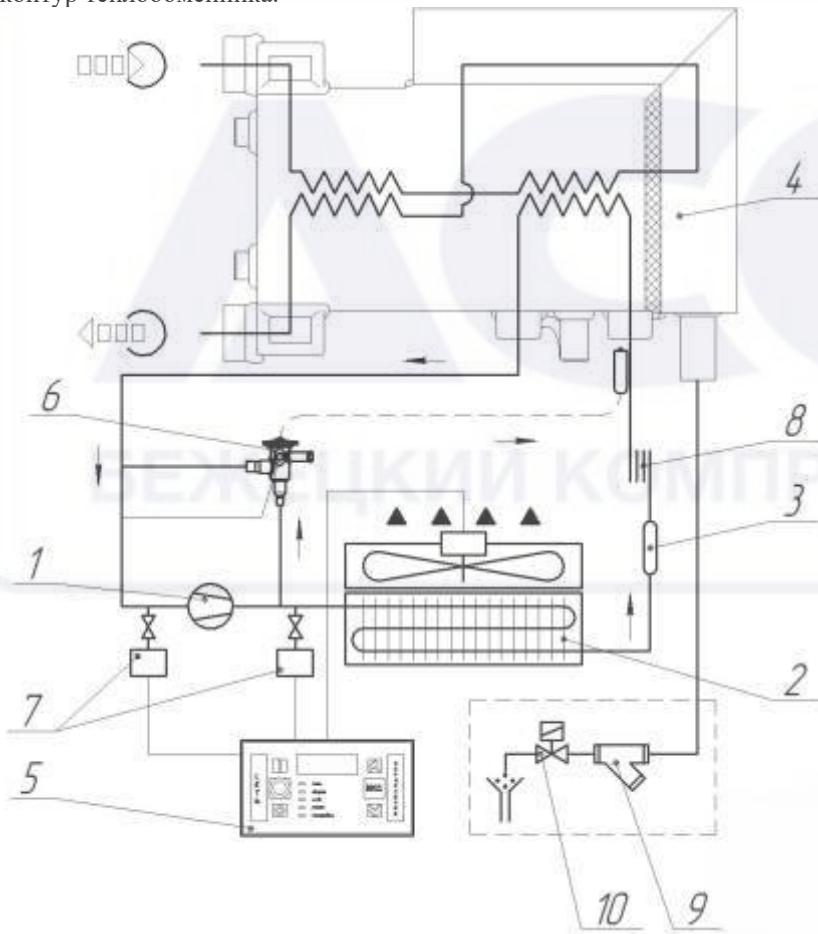

Рисунок 3 – Холодильный контур
4.1 Осушитель рис. 3 представляет собой конструкцию алюминиевого теплообменника, размещенного в блоке осушки 4. В первом контуре теплообменника из сжатого воздуха удаляется вода путем его охлаждения до температуры приблизительно +3°C и удаления образующегося при этом конденсата. С целью предотвращения образования конденсата на наружной поверхности трубопроводов системы циркуляции, обрабатываемый сжатый воздух перед выходом его из осушителя подвергается предварительному подогреву. Для этого он прогоняется через второй контур теплообменника.
4.1.1 Компрессор 1 (рис. 3) является активным элементом осушителя и обеспечивает циркуляцию хладагента по холодильному контуру за счет сжатия паров хладагента от давления кипения до давления конденсации.
4.1.3 Устройство слива конденсата предназначено для удаления конденсата образующегося при охлаждении сжатого воздуха в блоке осушки. Устройство состоит из электромагнитного клапана 10 (рис.3) и сантехнического фильтра 9 (рис 3). Сигнал на управление электромагнитным клапаном подается блоком автоматического управления 5.
4.1.4 Регулятор производительности 6 (рис. 3) перепускает часть горячего газа (из количества нагнетаемого газа компрессором) в трубку полости между испарителем и всасыванием компрессора, поддерживая постоянным значение температуры/давления кипения фреона около +2 °C. Такое перепускание газа полностью исключает образование льда внутри испарителя в полости сжатого воздуха при любых нагрузках.
4.1.7 Фильтр-осушитель 3 (рис. 3) размещается перед капиллярной трубкой, задерживает все технические загрязнения и пары влаги, исключая их циркуляцию и вступление в химические реакции